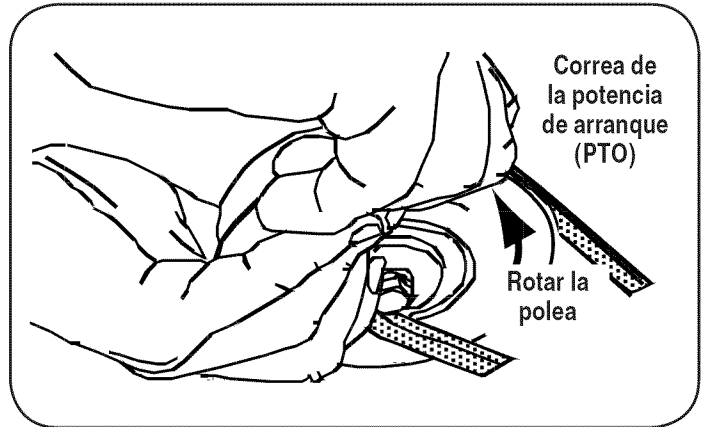

Figura 17
- Tire del lado derecho de la correa y coloque el lado en V angosto de la misma en la polea de la potencia de arranque (PTO). Vea la Figura 17.
- Mientras sostiene la correa y la polea juntas, rote la polea hacia la izquierda (Vea la Figura 17). Siga sosteniendo y rotando la polea y la correa hasta que la correa se enrolle totalmente en la polea de la potencia de arranque (PTO).